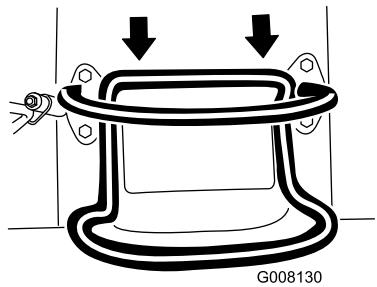

Figura 9
- Para andar para trás, empurre o controlo de tração para trás (Figura 9).